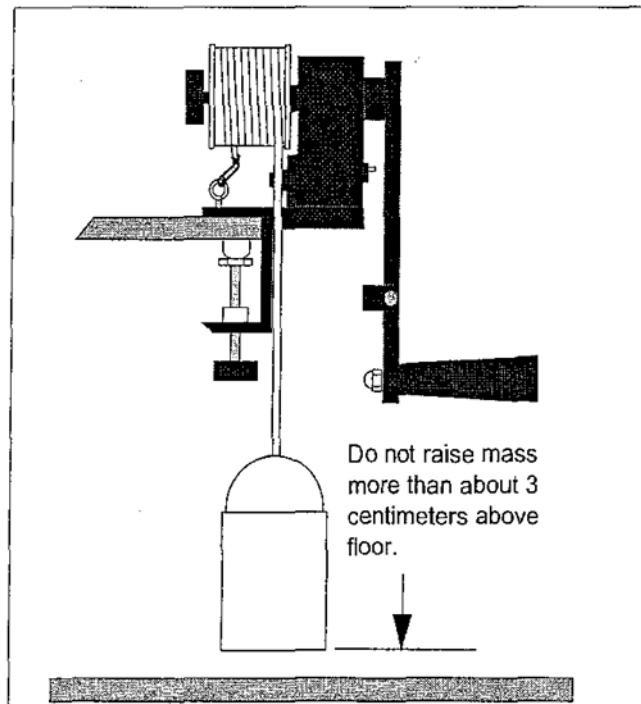

Figure 6 Don't Raise Mass too High
- e. Al girar la manivela, nunca elevar la masa más alto que 3 cm sobre el nivel del piso, por razones de seguridad (*fig. 6*). Si la masa es elevada a demasiada altura, la manivela retornará causando posibles esfuerzos o roturas, lo cual no es conveniente